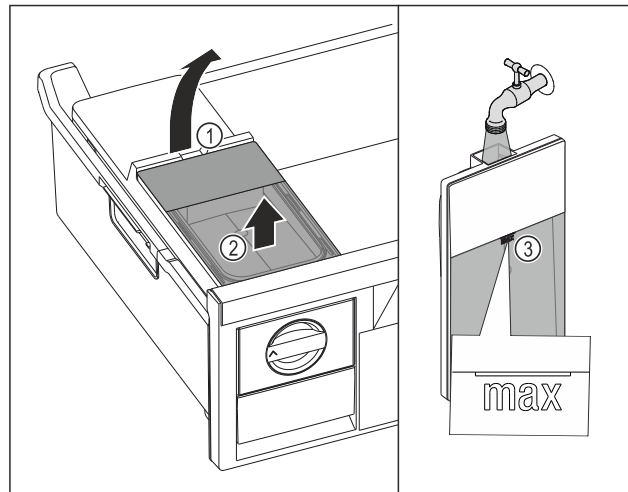

Fig. 129
- Підняти бак для води за заглиблення Fig. 129 (1).
- Вийняти бак для води рухом вгору. Fig. 129 (2)
- Наповнити бак для води питною водою до позначки Fig. 129 (3).